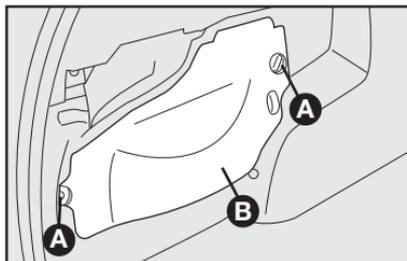

fig. 4
- Gire 1/4 de vuelta los seguros **A-fig. 4** y quite la tapa plástica **B-fig. 4**.